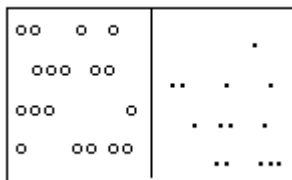

Fig. 1.3 : Transfert de chaleur Q
Les échanges d'énergie sous forme de chaleur (Q) ou de travail (W) sont alors interprétés à l'échelle microscopique comme une manifestation de l'agitation moléculaire sous forme désordonnée (Q) ou ordonnée (W), voir Fig. 1.3 et 1.4.